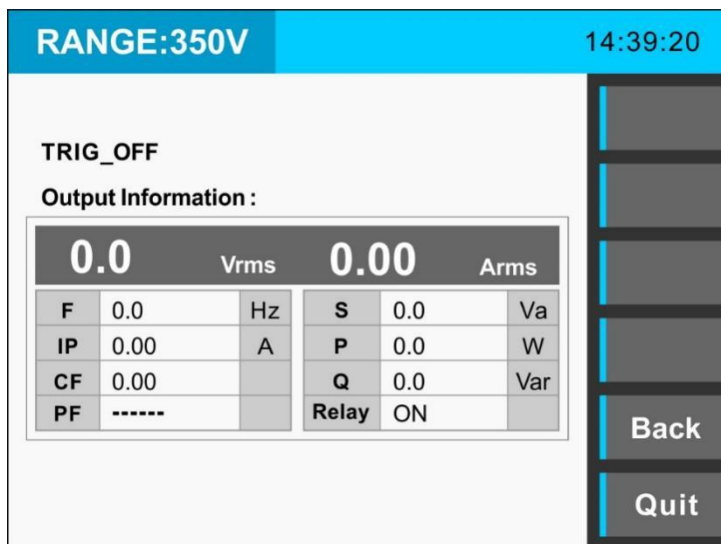

图3-28波形拷贝模式下输出界面
- 3) 读取成功后的波形图上会出现a、b两条垂直的红色标线，通过旋钮分别调整a、b两条标线的位置，尽量使a、b标线所截取的区域为一个完整周期的波形。截取完成后，按下“OK”功能键进入下一个界面，如图3-28所示。